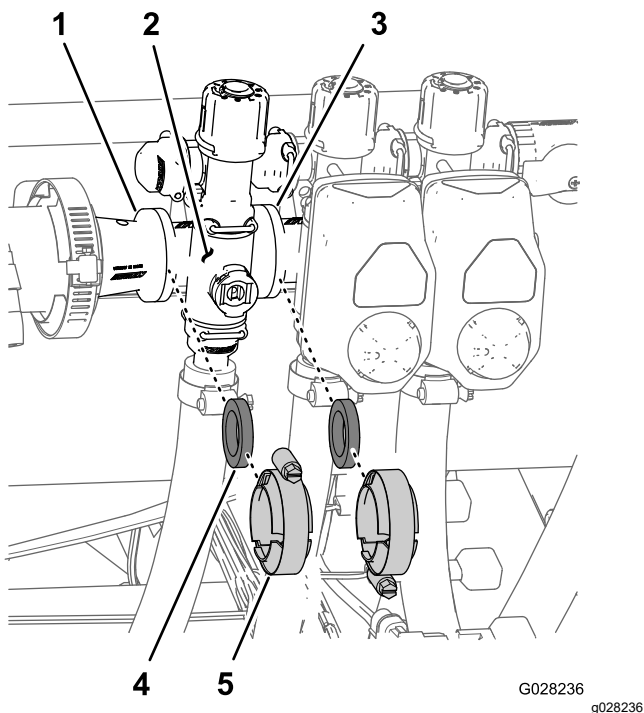

**Figura 72**
3. Retire o parafuso de cabeça flangeada e a porca flangeada que prendem a válvula mestre à montagem da válvula e retire o coletor da válvula da máquina (Figura 72).